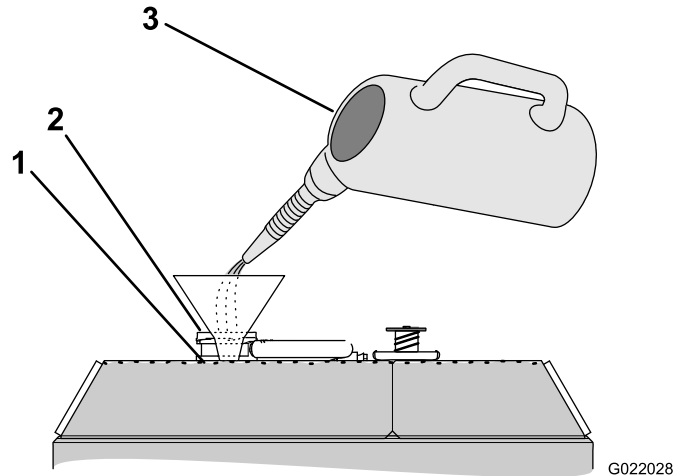

Figura 146
4. Llène el radiador de refrigerante hasta que el nivel de fluido llegue a la parte inferior del cuello de llenado (Figura 146).